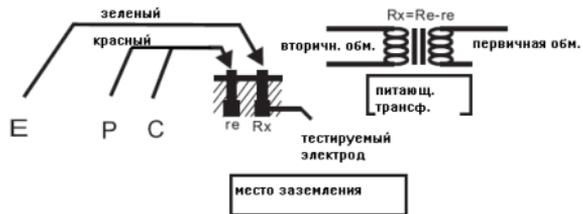

рис. 4
1. В случае, когда измеряемое сопротивление превышает **10 Ом**, либо установка штырей невозможна, измерение рекомендуется проводить по упрощенной 2-х проводной схеме с использованием вспомогательного штыря контура заземления (см. рис. 4).